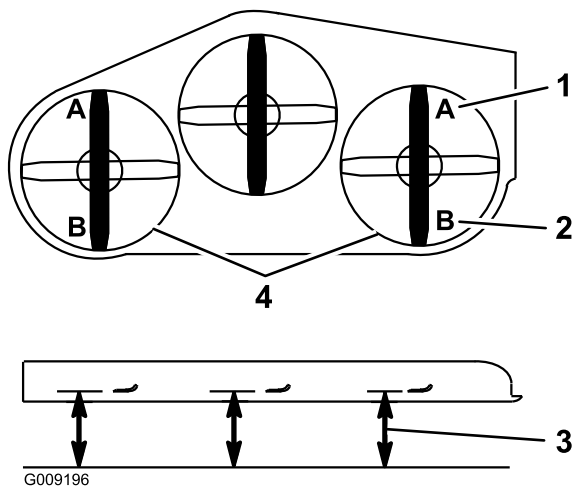

Figura 70
9. Su ambo i lati del piatto di taglio, misurate dalla superficie piana all'estremità anteriore della lama (posizione A). La misura deve essere di 7,6 cm (Figura 70).
15. Su ambo i lati del piatto di taglio, misurate dalla superficie piana all'estremità posteriore della lama (posizione B). La misura deve essere di 8,3 cm (Figura 70).